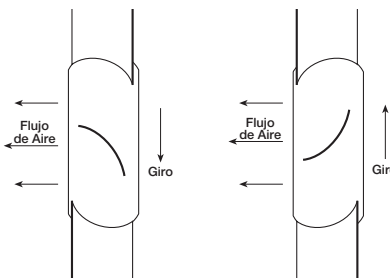
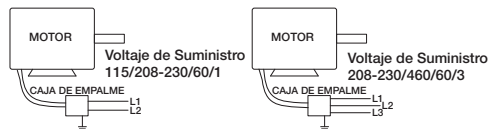

Figura 7 — Calcomanía de Giro
Figura 12 — Diagrama de Cableado Típico
12. Se debe comprobar la dirección de giro de la hélice encendiendo momentáneamente la unidad. El giro se debe realizar en la misma dirección que indica la calcomanía de giro puesta en la unidad o según se muestra en la Figura 7. Para las instalaciones trifásicas, el giro del ventilador se puede invertir intercambiando dos de los tres conductores eléctricos. Para las instalaciones monofásicas, siga el diagrama de cableado que se encuentra en el motor o consulte la Figura 12.
2. Conecte el motor en el voltaje que desee según el diagrama de cableado que se encuentra en el motor o consulte la Figura 12 para conocer el diagrama de cableado de conexiones.
2. Encienda el ventilador y apáguelo inmediatamente para revisar el giro de la hélice con la flecha direccional en el compartimiento del motor. Consulte la Figura 7.